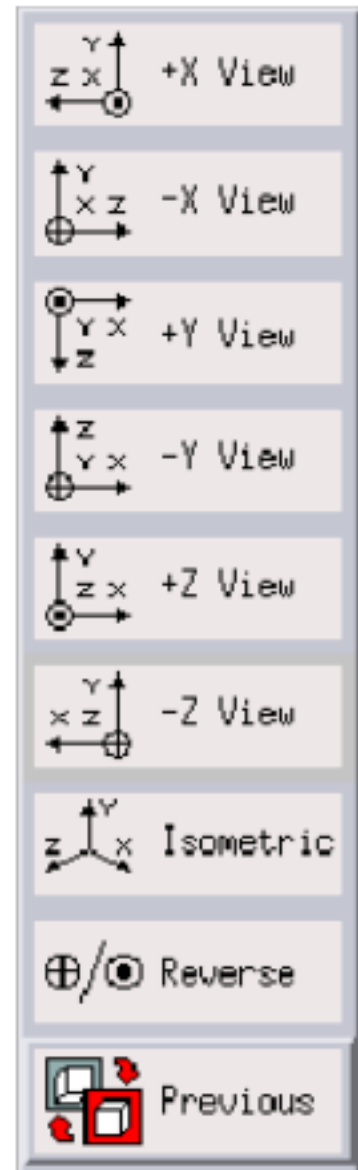

图 32
2. 用鼠标右键单击视图控制面板中的坐标按钮 ，弹出一组坐标系（见图 32）。